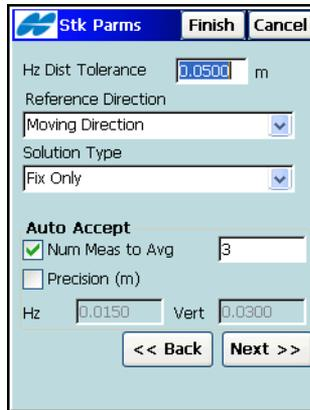
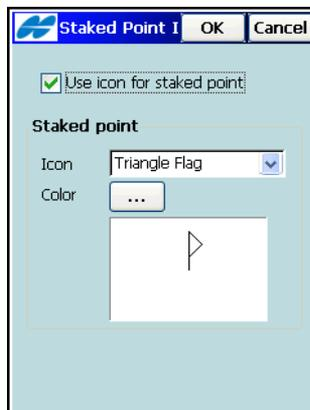

Abbildung 4-23. Absteckparameter
Abbildung 4-24. Symbol für Absteckpunkt
13. Geben Sie im Fenster *Absteckung* die Parameter für die *Absteckung* ein und tippen Sie auf **Weiter** (Abbildung 4-23 auf Seite 4-19). Sie können diese Parameter im GPS+-Modus in jedem Absteckbildschirm über die Schaltfläche **Optionen** ändern.
14. Damit das Symbol für den Absteckpunkt auf der Karte angezeigt wird, müssen Sie die Option *Anzeige* aus dem Menü oben links im Fenster *Absteckung* wählen (Abbildung 4-23). Legen Sie im Fenster *Symbol f. abgest. Pkt* die Parameter für das Symbol fest (Abbildung 4-24).